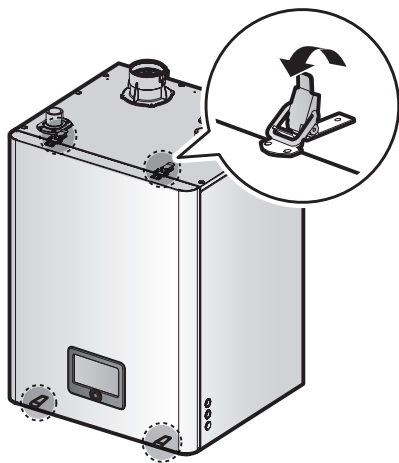

Figure 1. Couvercle avant des modèles NFB
2. Ouvrez les 4 crochets (2 dans le haut et 2 dans le bas) pour retirer le couvercle avant et accéder aux composants internes. Reportez-vous à la figure 1 représentant le couvercle avant de l'unité et les crochets.